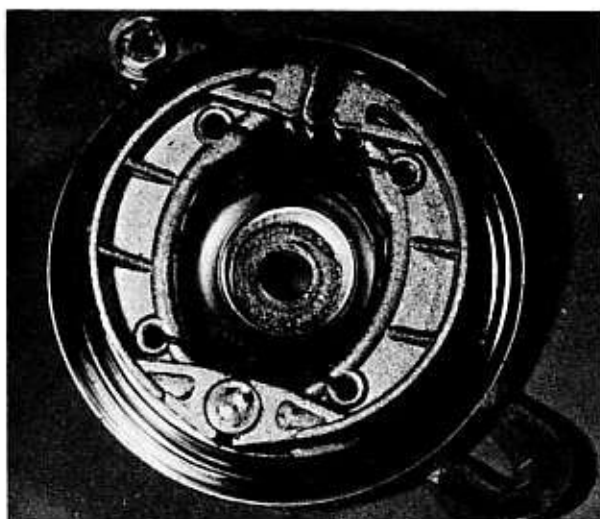

Bild 134
- Die Bremsbeläge prüfen. Falls sie dünn oder ungleichmässig abgenutzt sind, müssen beide Bremsbacken ersetzt werden. Die Beläge sind mit den Backen verklebt und können nicht einzeln ersetzt werden (Bild 134).